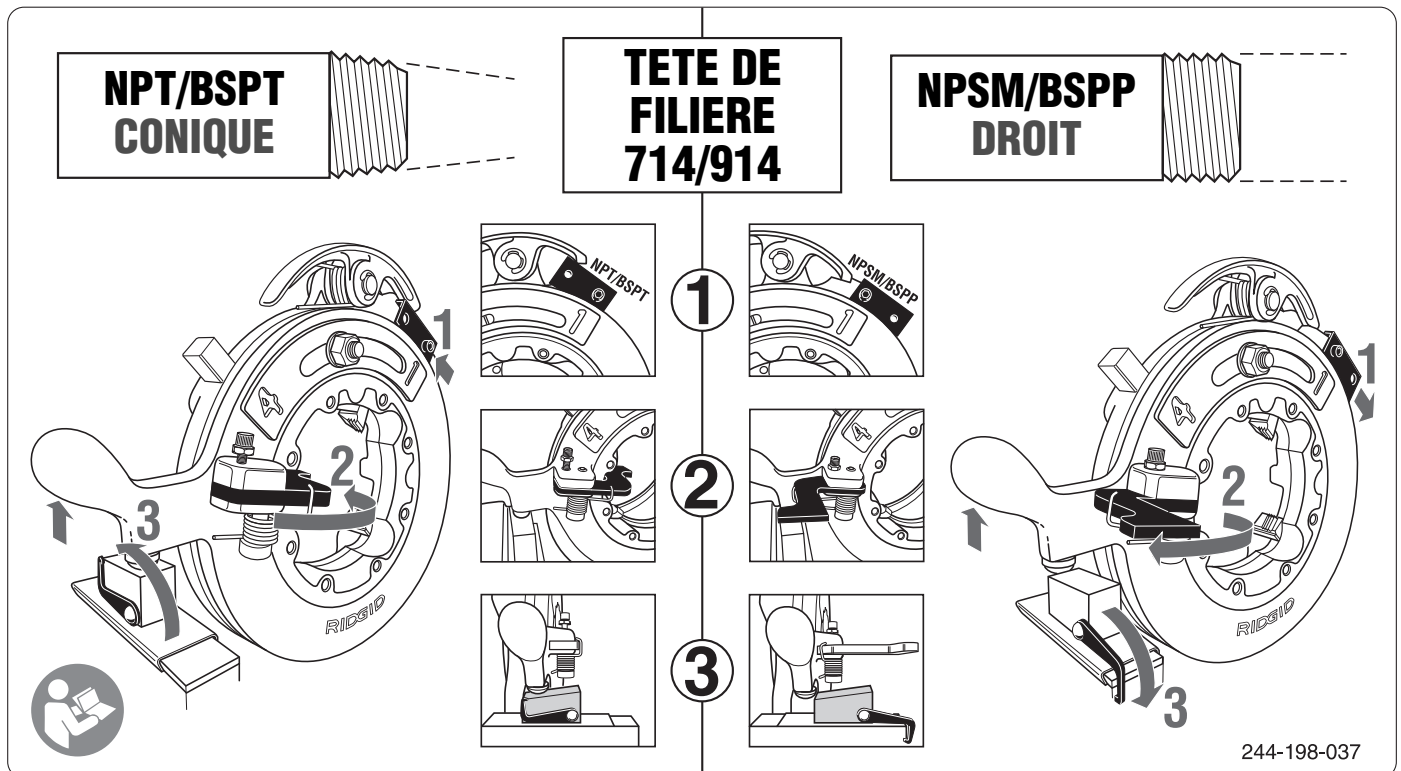

Figure 15 – Réglage pour filetage conique ou droit des tuyaux
1. Notez que l'ensemble des réglages de filetage conique (NPT ou BSPT, selon la tête de filière utilisée) indiqués à la Figure 15 se font vers l'intérieur.
2. Notez que l'ensemble des réglages de filetage droit (NPSM ou BSPP, selon la tête de filière utilisée) indiqués à la Figure 15 se font vers l'extérieur.